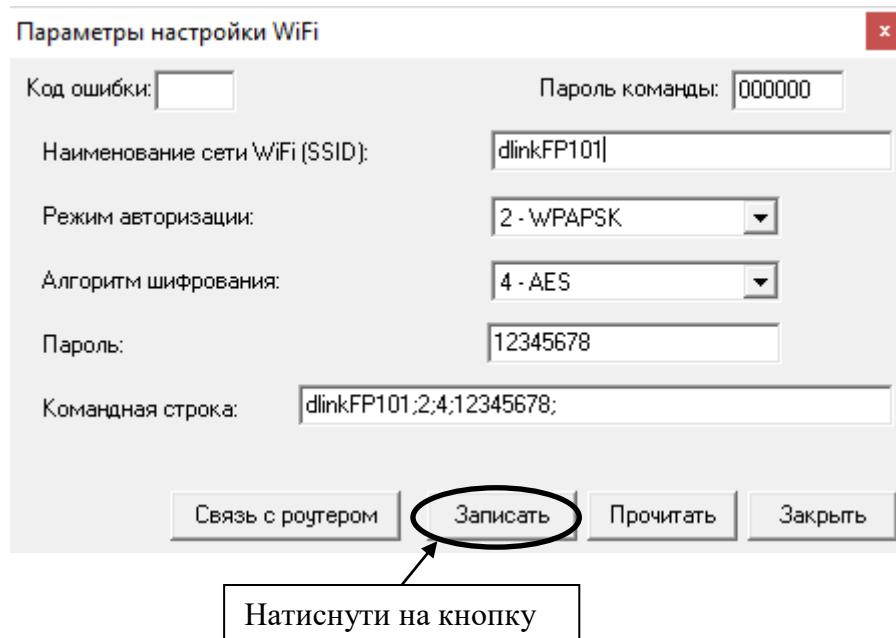

Рисунок 43
– ввести параметри налаштування Wi-Fi (рисунок 43). Натиснути кнопку «Записать»;